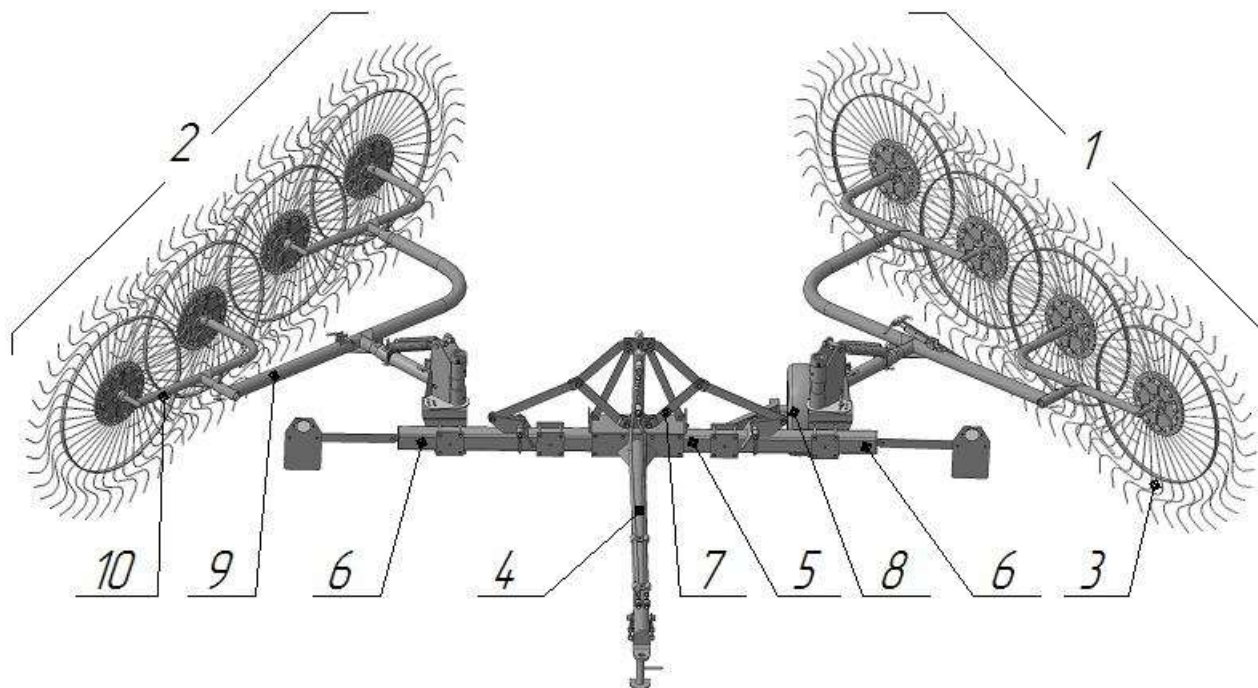
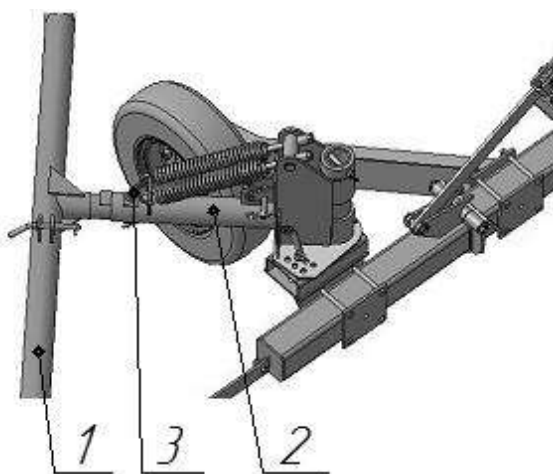

Рис.1 Грабли - ворошилка валкообразователь.
Рис.10 Установка опоры поворотной
3.1 Основными узлами граблей являются (рис. 1):
4.1 Секции являются основными рабочими органами машины, которые выполняют технологический процесс по сгребанию и ворошению провяленной массы. По устройству секции левая 1 и правая 2 аналогичны. Каждая секция состоит из бруса 9, двух навесок 10 и четырех рабочих колес 3. (Рис.1)
4.2 Сница 4 (Рис.1) предназначена для присоединения граблей к трактору.
7.2.6 Соедините брусья секций 1 с трубами подъема 2 с помощью штырей ($\phi 16$ мм) 3 (рис.10). Соедините навески рабочих колес 10 с брусьями секций 9 с надписью «Левая» на левую секцию, в надписью «Правая» - на правую секцию (рис.1).